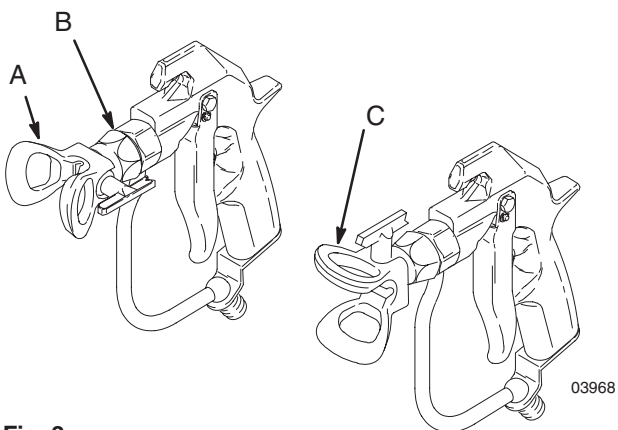

Fig. 3 03968
1. For å justere retningen på sprøytebildet, avlast trykket. Løsne dyseholderen (B). Still dyseholderen/dysespolet horisontalt (C) for å få et horisontalt bilde og vertikalt (A) for å få et vertikalt bilde. Trekk til dyseholderen. Se Fig. 3.